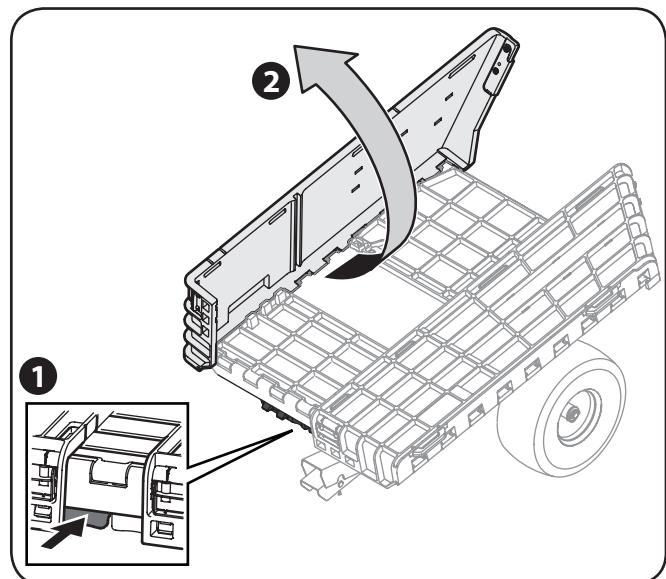

Figure 3-5
- Repérez le loquet de verrouillage du panneau à l'avant de la remorque. Pressez le loquet de verrouillage et relevez le panneau latéral de la benne. Voir Figure 3-5.